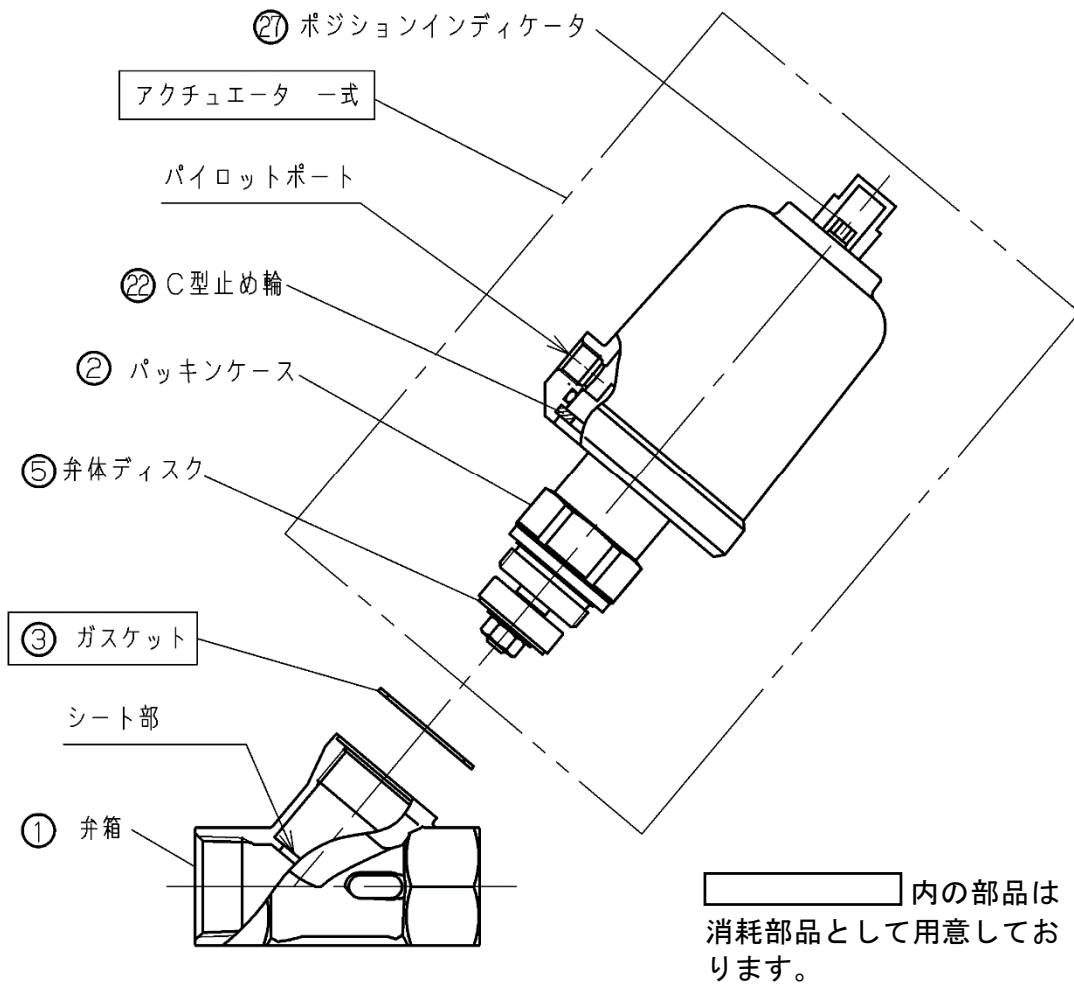

図7. 分解図
弁体ディスク 5 と弁箱 1 のシート部(図7参照)に異物が噛み込んでいる。	弁体ディスク 5 と弁箱 1 のシート部(図7参照)を掃除してください。
弁体ディスク 5 と弁箱 1 のシート部(図7参照)に傷がついている。	弁体ディスク 5 に傷がある場合は、アクチュエータ一式を交換してください。弁箱 1 のシート部(図7参照)に傷がある場合は、製品を交換してください。
- (1) 弁体ディスク⑤や弁箱シート部(図7参照)に傷の無い事を確認してください。